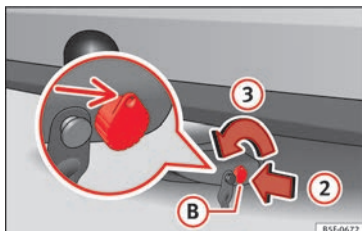

Fig. 229 Desbloquear cerradura
- Introduzca la llave (B) en la cerradura en sentido de la flecha (2) » fig. 229.
- Gire la llave en el sentido de la flecha (3) de la manera, que la parte agujereada de la llave se muestra hacia arriba.